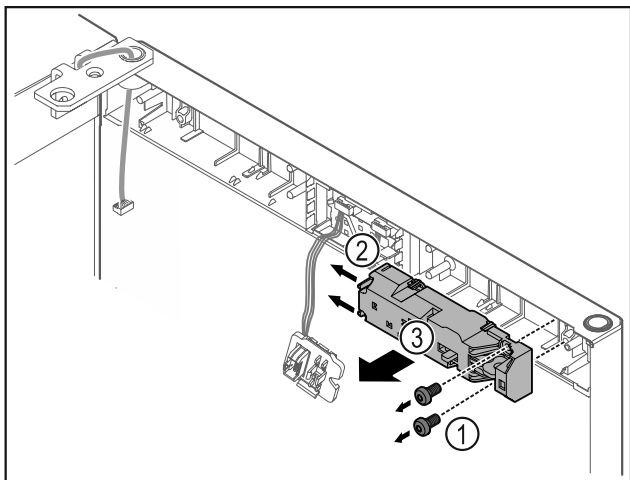

Fig. 23
- ▶ Îndepărtați Fig. 23 (1) șuruburile.
- ▶ Apăsați ciocurile de fixare Fig. 23 (2) în lateral și detașați încuietoarea de la distanță Fig. 23 (3).